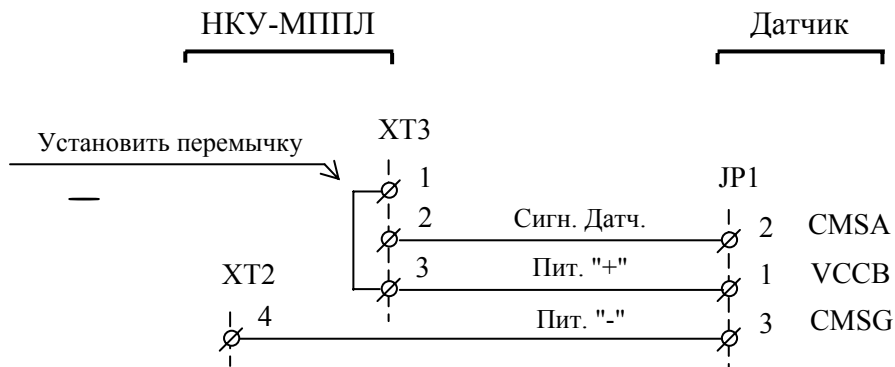

Рис. 2
2. Электромонтаж датчика вести в соответствии с проектом на электропривод и автоматику лифта и рис.2 данного приложения.